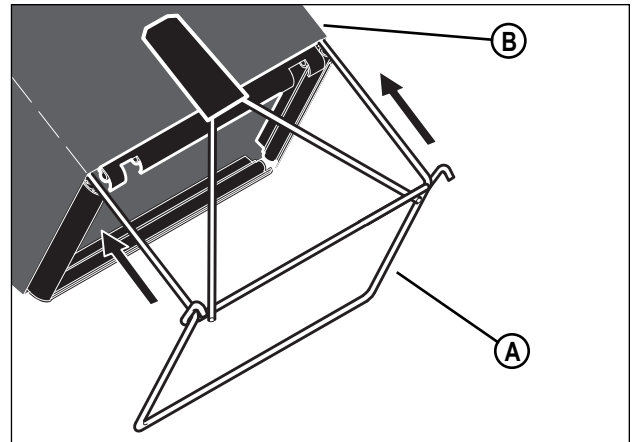

Figure 5 : Installation de l'ensemble d'armature
1. Glissez l'ensemble d'armature (A, Figure 5) dans le sac à herbe (B).